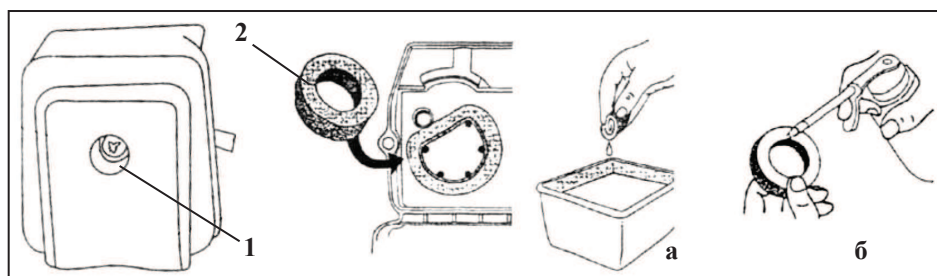

рис. 4
8.1.1 Открутите фиксирующий винт крышки воздушного фильтра (рис. 4 поз 1).
8.1.2 Снимите крышку воздушного фильтра, аккуратно потянув её на себя. Извлеките поролоновый воздушный фильтр (рис. 4 поз. 2).
8.1.3 Промойте воздушный фильтр в растворе воды с моющим средством. Тщательно прополощите его, отожмите лишнюю воду и дайте ему высохнуть (рис. 4 а).
8.1.4 Пропитайте фильтр небольшим количеством чистого моторного масла (используйте масло, применяемое для приготовления топливной смеси) (рис. 4 б).